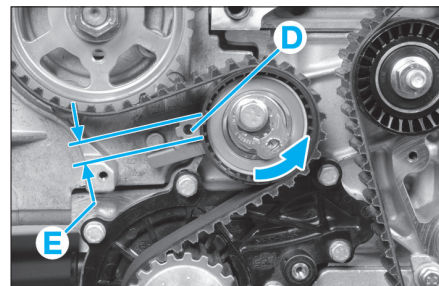

Fig. 13
- À l'aide d'une clé six pans, tourner le galet tendeur vers la droite jusqu'à aligner l'index du galet (D) au milieu de la fourche symbolisée en (E) (Fig.13).